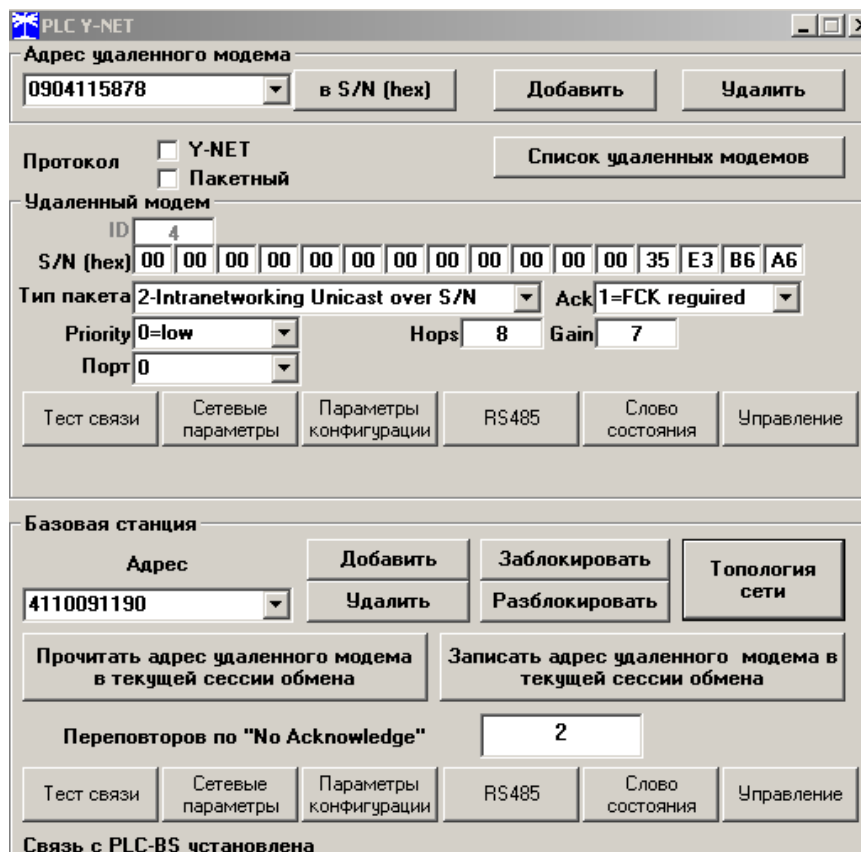

Рисунок 49 – Форма «PLC Y-NET»
- если подключения и настройки правильные, а связи нет, то, по-видимому, настройки модема отличаются от заводских настроек, и необходимо определить эти настройки нажатием на кнопку «Тест скорости» формы «Настройка интерфейса RS-485 PLC-модема». Вызов формы производится по кнопке «RS-485», расположенной на форме «PLC Y-NET» (рисунок 49) или из меню «PLC-модем»;
9) вызвать форму «Сетевые параметры и индикаторы событий PLC-модема», нажав кнопку «Сетевые параметры» в группе элементов «Базовая станция» (рисунок 49). Вид формы приведен на рисунке 51. Прочитать сетевые параметры базовой станции по кнопке «Прочитать», расположенной на поле формы и убедиться, что:
26.1.17 В окно «Адрес удаленного модема» формы «PLC Y-NET» (рисунок 49) ввести адрес PLC-модема счётчика, в качестве которого выступает серийный номер счётчика, указанный на его шкале. Ввод производить по кнопке «Добавить» в группе элементов «Адрес удаленного модема». Переписать установленный адрес удаленного модема в базовую станцию по кнопке «Записать адрес удаленного модема в текущей сессии обмена».
26.1.27 Чтение и изменение конфигурационных параметров модема может производиться через оптопорт (местное конфигурирование) или через электрическую сеть (удаленное конфигурирование) посредством формы «Параметры конфигурации PLC-модема». Вызов формы производится по кнопке «Конфигурационные параметры» группы элементов «Удаленный модем», расположенной на поле формы «PLC Y-NET» (рисунок 49). Внешний вид формы приведен на рисунке 50.